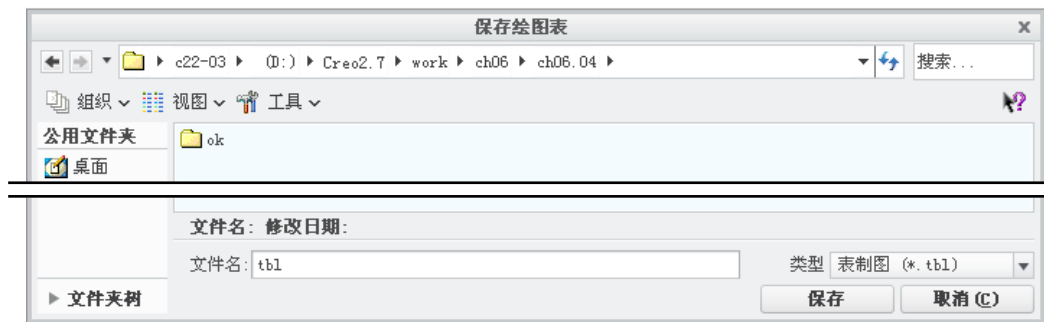

图 6.4.11 “保存绘图表”对话框
Step2. 系统弹出“保存绘图表”对话框, 如图 6.4.11 所示。选取路径 (如 D:\creo4.7\work\ch06.04) 保存自定义标题栏, 在 **文件名:** 后面的文本框中输入文件名“tbl”, 单击 **保存** 按钮。